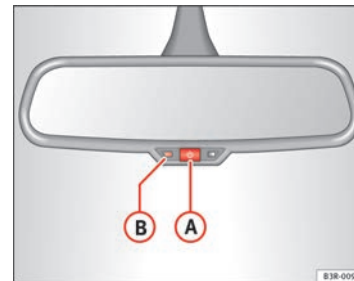

Abb. 101 Abblendbarer Innenspiegel: Kontrollleuchte und Ein-/Aus-schalt-Taste ▶
- Drücken Sie die Taste **(A)** ⇒ Abb. 101. Die Kontrollleuchte **(B)** erlischt.
- Drücken Sie die Taste **(A)** ⇒ Abb. 101. Die Kontrollleuchte **(B)** leuchtet.